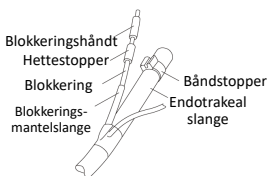

Fig.6
1. Flytt hettstopperen og roter (om nødvendig) og monter den på blokkeringsmantelslangen (Fig. 6).